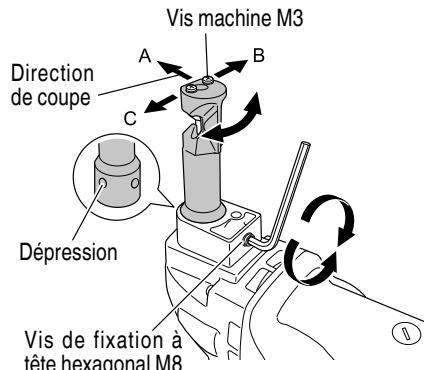

Fig. 8
- La direction de coupe de cette machine peut être tournée par incrément de 90° dans 3 directions (A, B et C) (voir Fig. 8) en desserrant la vis de fixation à tête hexagonale M8 du support du moule. Régler la direction de coupe dans la direction B ou C pour couper des plaques trapézoïdales. Après cela, resserrer fermement les vis de fixation à tête hexagonale M8.
- (1) Remplacement de la perforatrice
- (a) Desserrer la vis de fixation à tête hexagonale M8 du support de moule (voir Fig. 8) et enlever le support de moule.